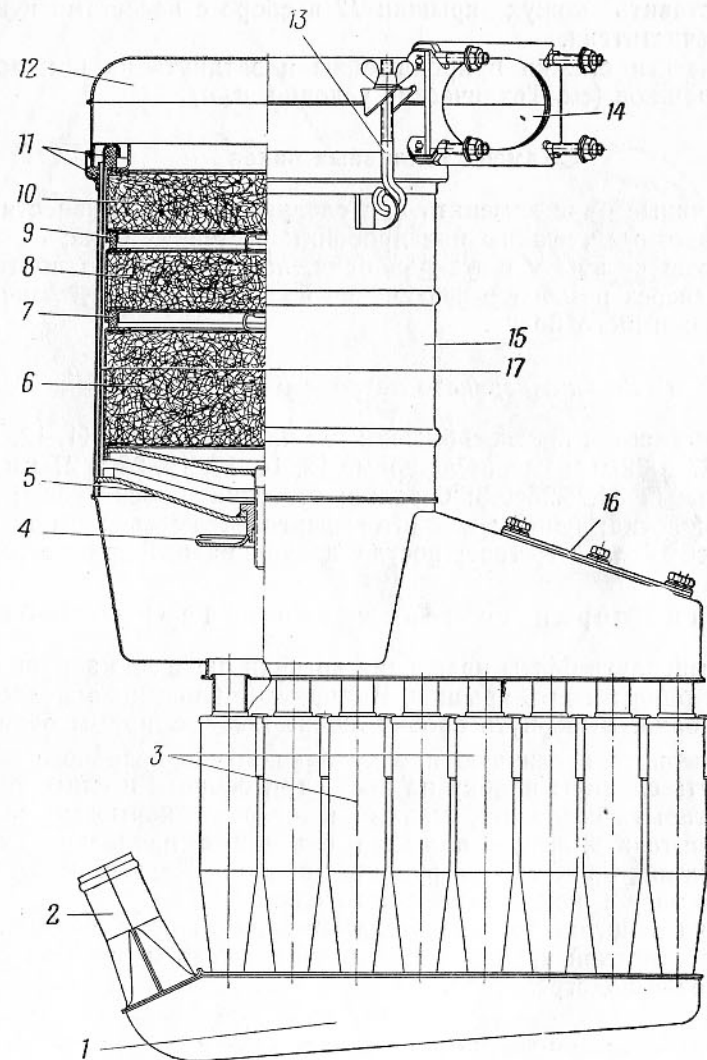

Рис. 50. Воздухоочиститель:
1. Отвернуть гайки-барашки стяжек 13 (рис. 50), соединяющих крышку 12 с корпусом 15. Отбросить стяжки на петлях и снять крышку 12 в сборе с фильтрующими пакетами.